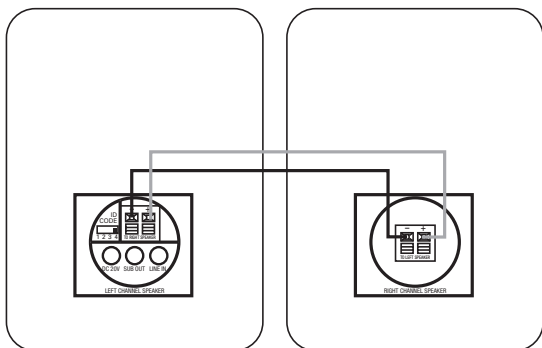

Figura 3.
Vea la Figura 3. Observe que el cable de altavoz suministrado dispone de indicadores de polaridad para ayudar a distinguir los dos conductores. Utilice estos indicadores para asegurarse de conectar el terminal positivo (+) de un altavoz con el terminal positivo (+) del otro, así como el terminal negativo (–) con el negativo (–) del otro. No importa el conductor elegido para interconectar entre sí los terminales positivos (+) o negativos(–).
**Paso 3.** Conecte el cable de altavoz (incluido) entre los terminales de presión del altavoz activo ⑥ y los terminales de presión de la parte trasera del altavoz pasivo ⑩, tal como muestra la Figura 3. Observe que el cable de altavoz suministrado dispone de indicadores de polaridad para ayudar a distinguir los dos conductores. Utilice estos indicadores para asegurarse de conectar el terminal positivo (+) de un altavoz con el terminal positivo (+) del otro, así como el terminal negativo (–) con el negativo (–) del otro. No importa el conductor elegido para interconectar entre sí los terminales positivos (+) o negativos (–).
**Paso 4.** Conecte el módulo transmisor ⑫ y el altavoz activo ⑦ en una toma de corriente, utilizando el alimentador y cable de corriente adecuados. Asegúrese de que la antena del transmisor ⑪ está extendida verticalmente.
**Paso 5.** Asegúrese de que el código ID del transmisor ⑬ coincide con el código ajustado en el altavoz activo ⑤. Consulte la página 8 de este manual si desea más información acerca de los códigos ID. Si es necesario, configure su receptor para activar y ajustar el nivel de las salidas preamplificadas de los canales principales/frontales (consulte el manual de su dispositivo fuente para instrucciones más
**Paso 3.** Conecte el cable de altavoz (incluido) entre los terminales de presión del altavoz activo ⑥ y los terminales de presión de la parte trasera del altavoz pasivo ⑩, tal como muestra la Figura 3. Observe que el cable de altavoz suministrado dispone de indicadores de polaridad para ayudar a distinguir los dos conductores. Utilice estos indicadores para asegurarse de conectar el terminal positivo (+) de un altavoz con el terminal positivo (+) del otro, así como el terminal negativo (–) con el negativo (–) del otro. No importa el conductor elegido para interconectar entre sí los terminales positivos (+) o negativos(–).